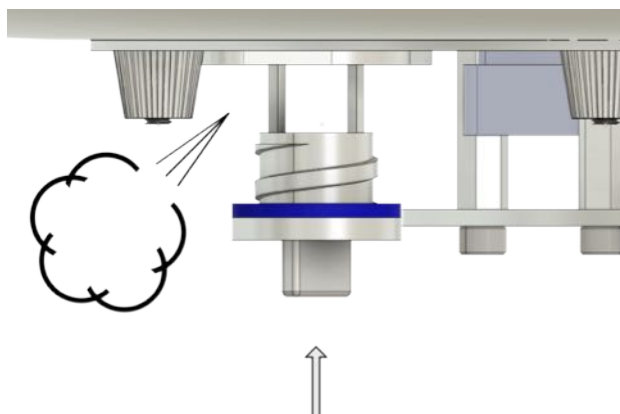

Abb. 4
5. Après avoir dégonflé l'enveloppe du ballon, refermer le verrou tournant en le serrant légèrement à la main (Fig. 4)